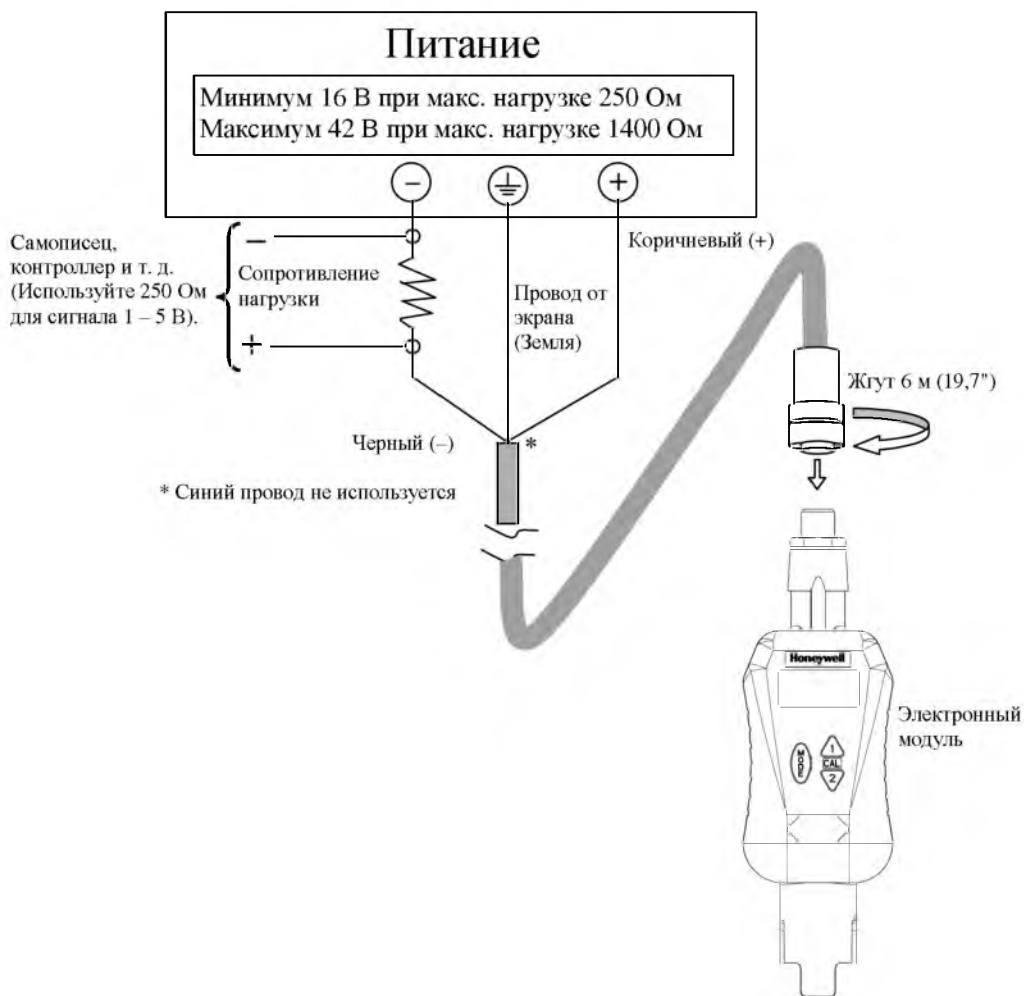

Рис. 2-1 Соединение с помощью жгута и электромонтаж
- 1) Жгутом (см. рис. 2-1)
| 5 | Подключите кабель к источнику питания Подключите другие концы выходного кабеля к источнику напряжения 16-42 В, как показано на рис. 2-1. Примечание: цвет проводов вашего кабеля может отличаться от показанного на рисунке. |